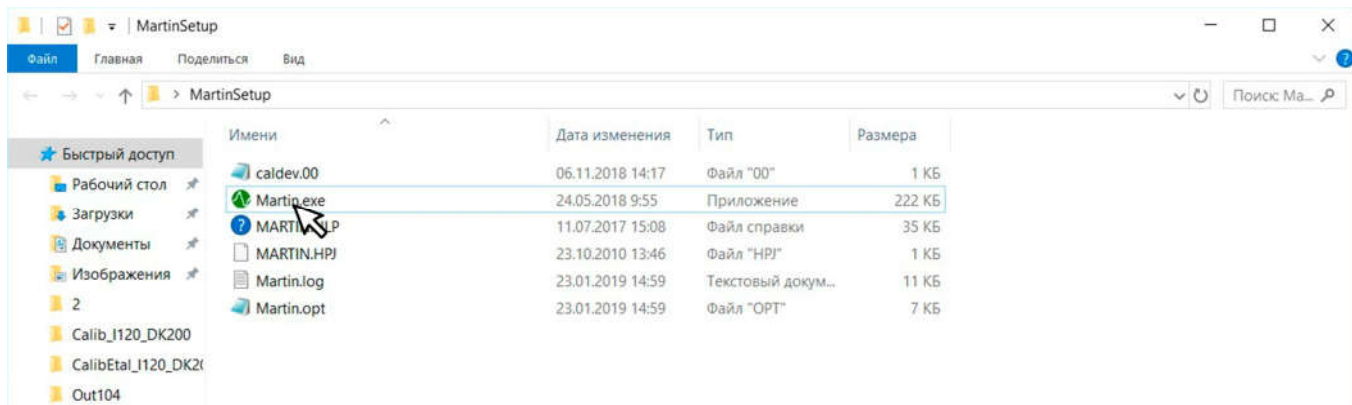
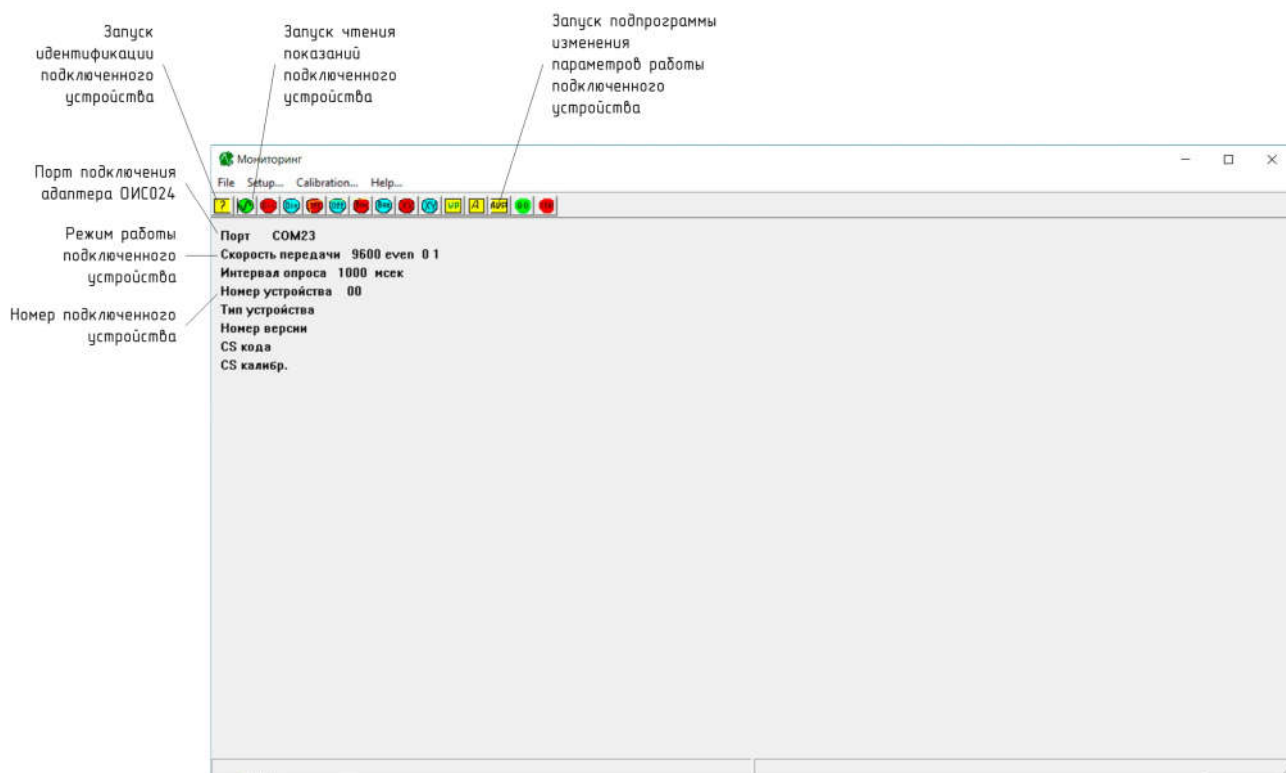

Рис. 3.2. Запуск программы Martin.exe.
Рис. 3.3. Основной экран программы Martin.exe.
**Операция:** После подключения оборудования необходимо запустить программу Martin.exe (Рис. 3.2). Вид основного окна программы Martin.exe после запуска приведен на Рис. 3.3.
**Операция:** Для проверки исправности подключенного устройства необходимо выполнить запуск чтения данных идентифицированного устройства (Рис. 3.3). Вид окна программы при исправном подключенном деформометре и исправных кабелях приведен на Рис. 3.6
**Контроль:** Для контроля правильности настройки режимов работы и логических номеров акселерометра-инклинометра АЦт90 необходимо в программе Martin.exe выполнить операцию идентификации подключенного устройства (Рис. 3.3.). Результат идентификации должен соответствовать параметрам, приведенным в комплекте рабочих чертежей.